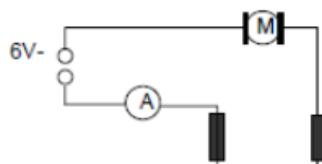

Abb. 3
- Vervollständige den Aufbau nach Abb. 2 und Abb. 3.
Wird zum Betrieb eines [] ein [] eingesetzt, so muss dieser in der Nähe des Ankers ein genügend großes [] erzeugen. Daher wird ein U-förmiger Eisenkern mit zwei Feldspulen verwendet, zwischen dessen Polen der Anker läuft. [] und Feldspulen sind bei einem Hauptschlussmotor in [] geschaltet (Abb. 3).